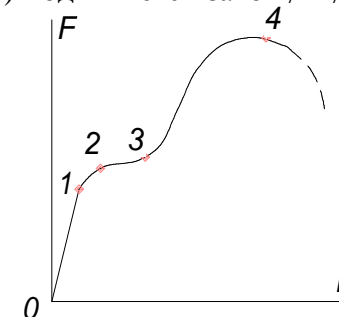

Рис.2.18
2.44. Укажите, какая часть диаграммы растяжения углеродистой стали (рис.2.18) подчиняется закону Гука [простой выбор]